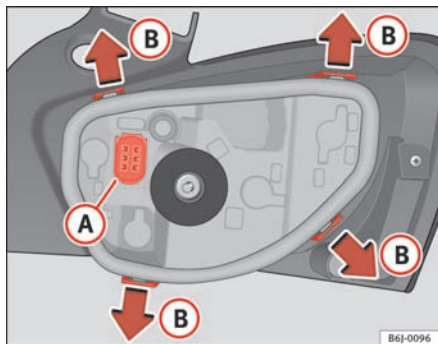

Fig. 142 Udskiftning af pærer i baglygter
- Tag stikket **A** ⇒ fig. 142 ud.
- Tag fatningen ud af huset. For at gøre det skal du trykke tapperne **B** i pilenes retning ⇒ fig. 142.